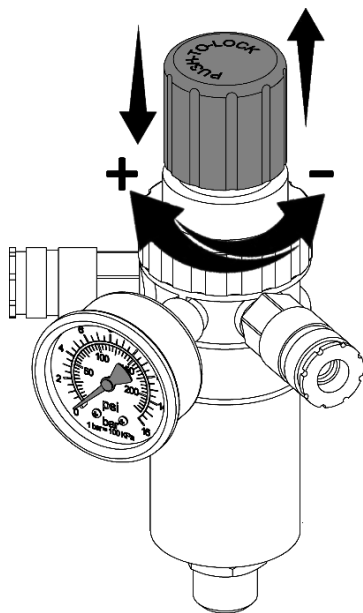

Рисунок 7
7.4.1 Настройка давления в подсоединенных исполнительных устройствах регулятором давления осуществляется следующим образом (рис. 7):